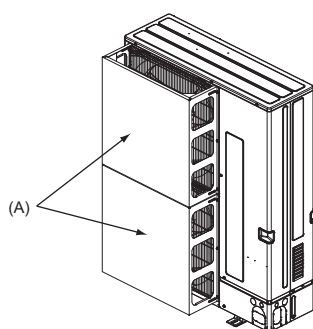

Fig. 2-4
(2) Installez un guide de protection d'air si l'appareil est installé à un endroit où des vents violents, en cas de typhon par exemple, risquent de souffler directement dans la sortie d'air. (Fig. 2-4)